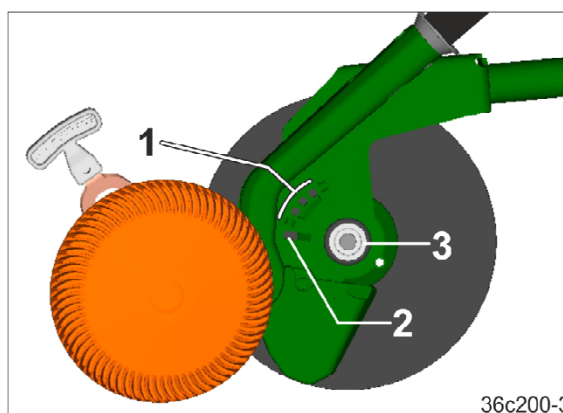

Fig. 173
1. Placer le disque de distribution sur le verrouillage (Fig. 173/3). La butée s'enclenche alors dans le trou oblong (Fig. 173/2) du corps du soc.
2. Déplacer le disque de distribution dans le trou oblong (Fig. 173/2) jusqu'à ce que le disque de distribution s'enclenche dans le verrouillage. Un coup léger porté sur le centre du disque aide celui-ci à s'engager.
3. Retirer la butée du trou oblong avec le levier et la laisser s'enclencher dans le cran d'arrêt (Fig. 173/1).